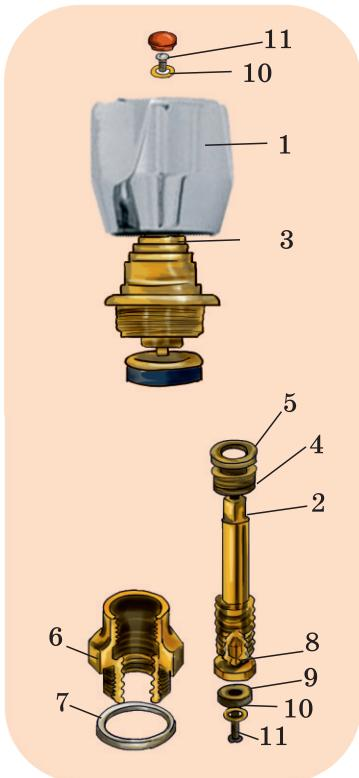

Рис. 3. Устройство вентильной головки:
Для устранения этой неисправности необходимо заменить вентильную головку. Причиной этого является износ резьбы на шпинделе (2) или в корпусе (6) (рис. 3).